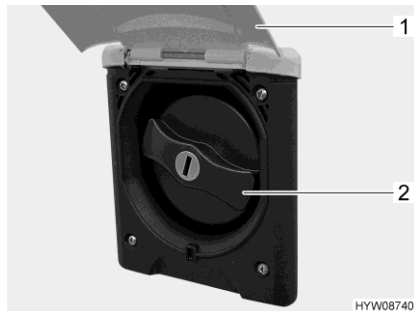

Bild 140 Lock (påfyllningsöppningen för dricksvatten)
- Fäll upp den utvändiga luckan (Bild 140,1).
- Vrid om det blå locket (Bild 140,2) en kvarts varv.